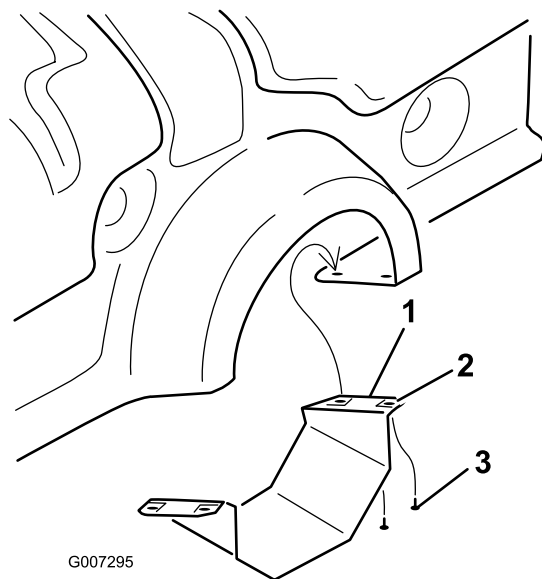

図10
- プロコア 864 では、下 PTO シールドを外す 図10。